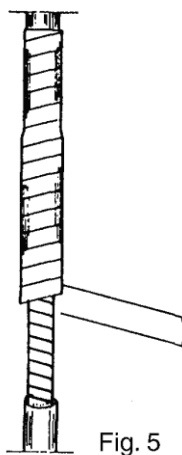

Рис. 5
**5.5.5.** Очистите изолируемую поверхность бензолом или бензином и после высыхания обмотайте каждое соединение 3 или более слоями изоляционной ленты с артикульным № 23 (от 3M-Minnesota). Повторите эту процедуру с другой лентой, плотно обмотайте предварительно подготовленные провода, захватывая при этом некоторую длину внешней кабельной оболочки (см. рис. 5).